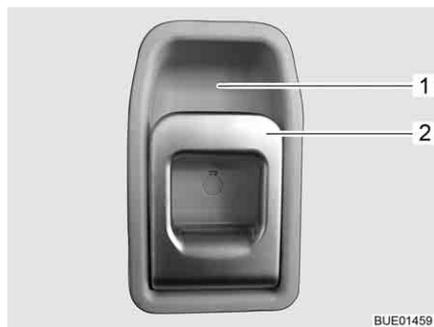

Fig. 34 Serratura della porta di ingresso, lato interno
**Apertura:** ■ Tirare la maniglia (Fig. 34,2). La serratura della porta si sblocca.
**Bloccaggio:** ■ Premere la maniglia (Fig. 34,2) in alto verso l'impugnatura (Fig. 34,1).